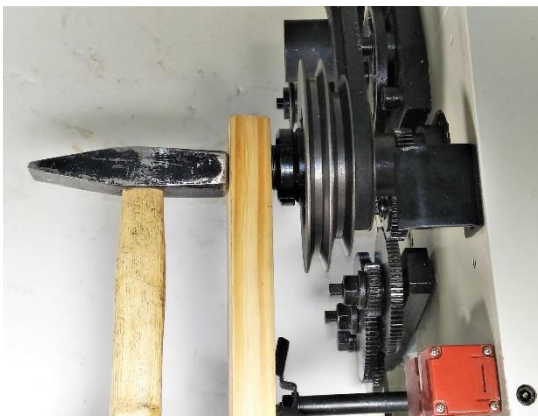

Рис. 49
4. Поместите деревянный блок с внешней стороны шпинделя, и ударьте его (см. рисунок 49).